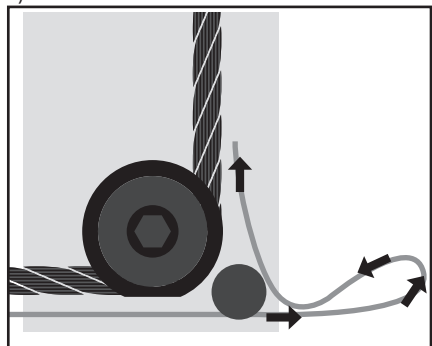

Fig. 9
3. Steek staalkabel terug het gat in en geleid over de geleidingsrol (Fig. 9).